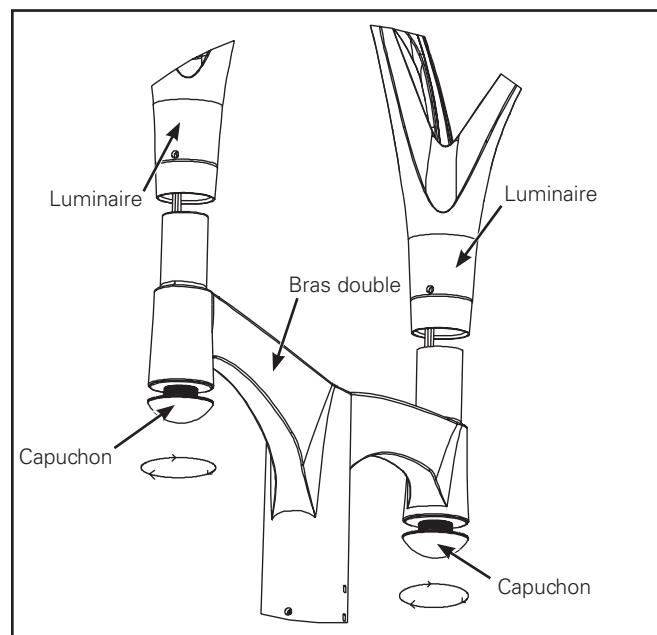

Figure 15.
10. Une fois les connections effectuées, repoussez soigneusement tous les fils dans le trou du bras à l'endroit où le capuchon a été retiré. Resserrez les capuchons pour refermer les trous du bras double. (Figure 15.)